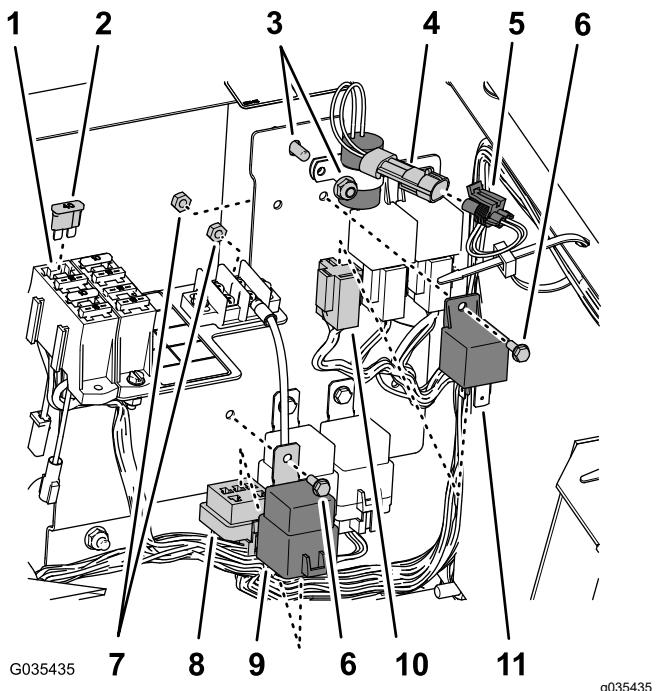
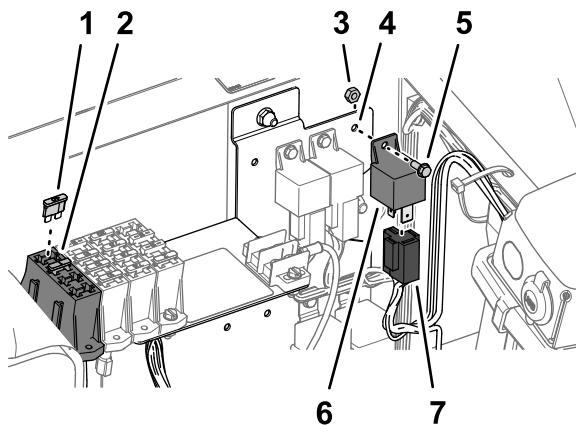

Bild 35
Bild 36
- Befestigen Sie den Verzögerungstimer mit der Sicherungsmutter vom Instrumentenbrett an der Stelle, die in Bild 34 oder Bild 35 abgebildet ist.
- Schließen Sie den mit „delay timer“ beschrifteten Timer an den 2-Buchsen-Stecker am Kabelbaum der Maschine an (Bild 34 oder Bild 35).
- Setzen Sie eine Sicherung (40 A) in den offenen Einschub am Sicherungsblock ein, wie in Bild 34, Bild 35 oder Bild 36 abgebildet.
- Ermitteln Sie das Relais und das Stromrelais unter den anderen Relais desselben Stils und befestigen sie mit den zwei Bundkopfschrauben (Nr. 10"-24 x ½") und zwei Sicherungsmuttern (Nr. 10-24) an der Platte (Bild 34, Bild 35 oder Bild 36).
- Ermitteln Sie den 5-Buchsen-Stecker und den 4-Buchsen-Stecker am Hauptkabelbaum und schließen sie am Relais (4 Stifte) und Stromrelais (5 Stifte) an, wie in Bild 34, Bild 35 oder Bild 36 abgebildet.